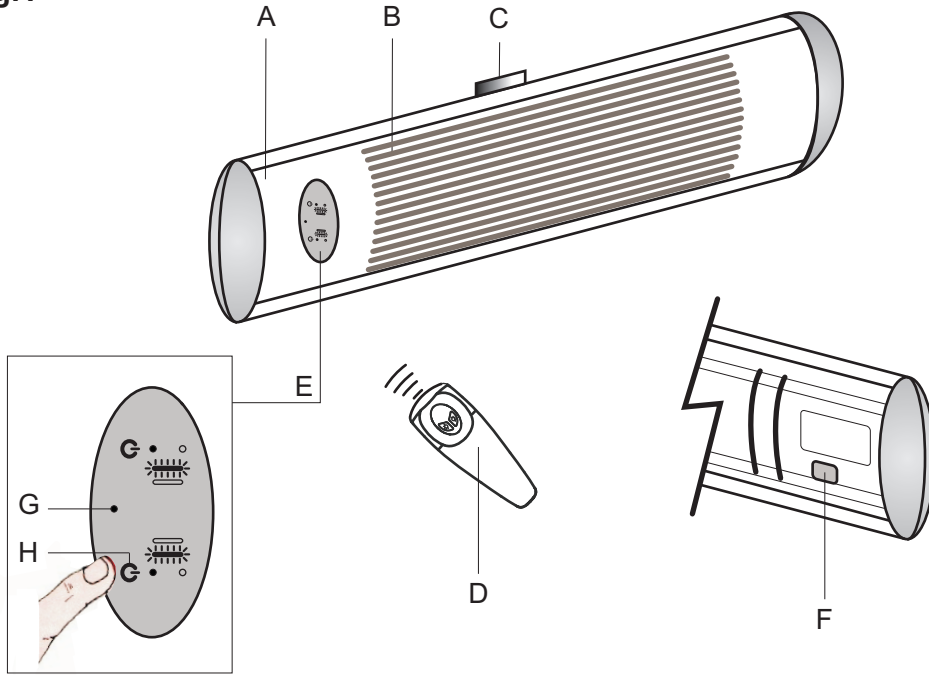

Fig.2
- Instale el aparato respetando las distancias mínimas de instalación indicadas en la **Fig.2**. Mínimo a 180 cm del suelo y a 50 cm del techo / saliente / balcón / etc ...
- El aparato puede funcionar en el exterior, siempre y cuando esté a cubierto, y respetando las distancias mínimas de instalación **(Fig. 2)**.